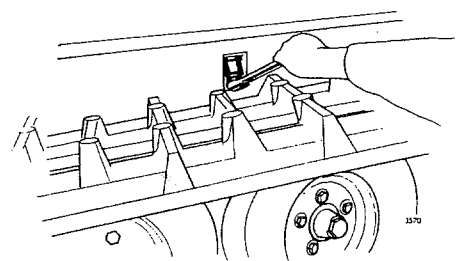

Fig 01-15. Demontering av plugg
14. Lossa växellådornas fästen. Fördelningsväxellådans fästskruv går att hålla emot och ta bort sedan pluggen på vagnens utsida tagits bort, se fig 01-15.